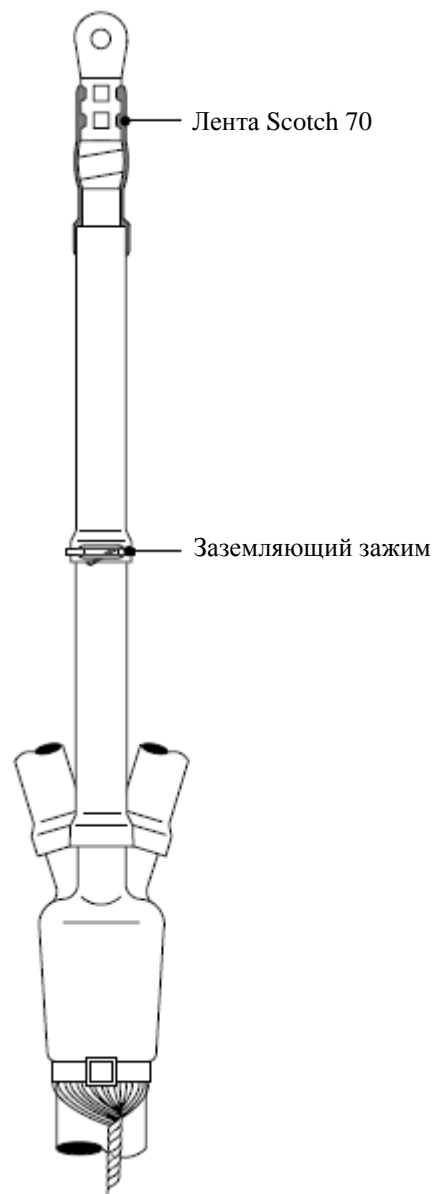

Рис. 7
7.1 Оберните область наконечника в 4 слоя с половинным перекрытием лентой Scotch 70. При этом следует полностью закрыть неровности на наконечнике (либо отверстия от срывных болтов), а также осуществить заход на ранее усаженное тело муфты холодной усадки QT II, как это указано на рис. 7. При намотке ленты Scotch 70 следует слегка растягивать.